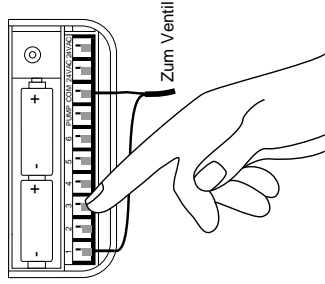

Abb. 26: Anschluß der Ventilkabel
- Schließen Sie das gemeinsame Kabel am Anschluß mit der Markierung "COM" an [siehe Abb. 26].